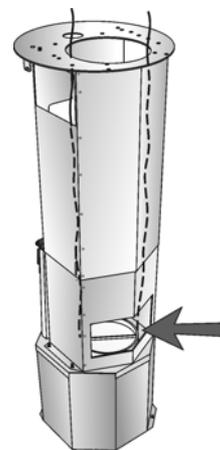

Fig.10
7. Retirer le tuyau souple d'évacuation d'air en le passant par l'ouverture arrière (fig. 10).